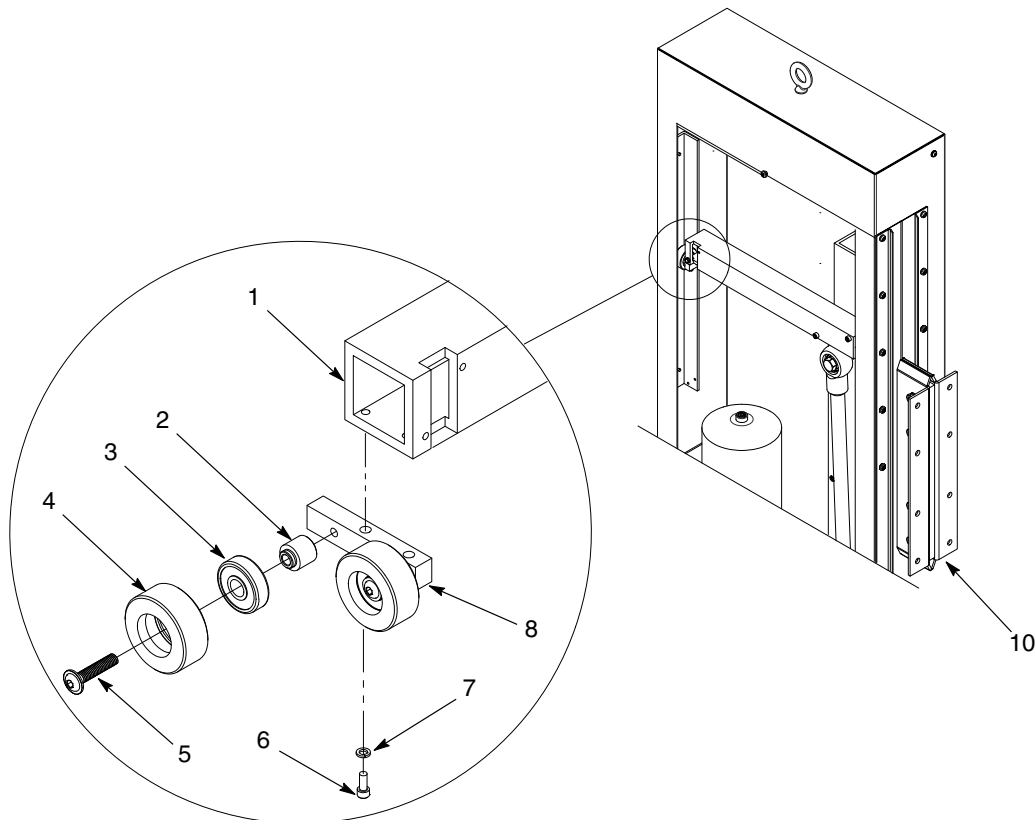

Figura 12 Conjunto de rodillos típico (se muestra la configuración de VFD)
2. Ver la figura 12. Asegurarse de que el carro de pistolas (10) esté en la posición de carrera descendente.
3. Extraer los tornillos (6) y las arandelas de bloqueo (7) fijando el bloque de rodillos (8) a la barra del estabilizador (1).
4. Extraer el tornillo botón saliente (5) fijando la rueda(4), el cojinete(3), y el ángulo (2) al bloque de rodillos (8). Desechar solamente la rueda y el cojinete.
5. Instalar la rueda nueva (4), el nuevo cojinete (3), y el ángulo (2) al bloque de rodillos (8) utilizando el tornillo botón saliente (5). Apretar bien los tornillos.
6. Instalar el bloque de rodillos (8) en la barra del estabilizador (1) utilizando las arandelas de bloqueo (7) y los tornillos (6). Apretar bien los tornillos.